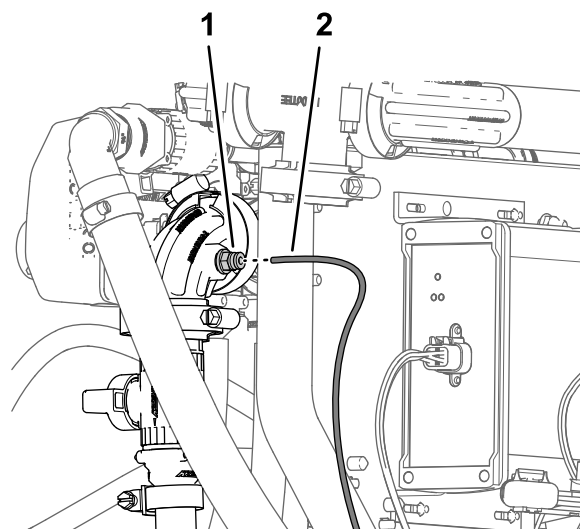

图138
5. 将仪表板内压力计压力传感管塑料的末端与手喷枪杆或电动软管卷套件切断阀的 90° 接头内管子连接器的锁环对齐 图138。
6. 将传感管插入锁环直至管子完全入位 图138。